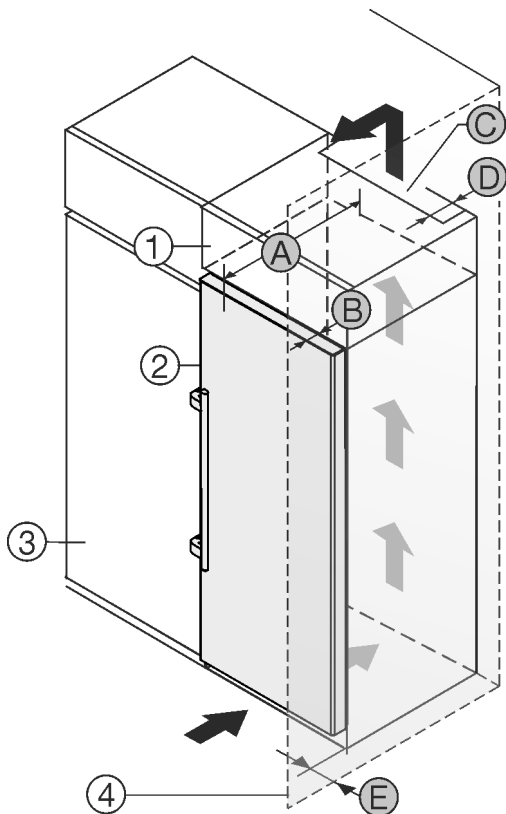

Fig. 24
Přístroj lze zabudovat do kuchyňských skříní. K vyrovnání přístroje Fig. 24 (2) na výšku kuchyňské linky lze na přístroj nasadit nástavec Fig. 24 (1).
Přístroj lze instalovat přímo vedle kuchyňské skříňky Fig. 24 (3). Aby bylo možné dvířka plně otevřít, musí přístroj přesahovat o hloubku Fig. 24 (B) vůči přední linii kuchyňské skříňky. V závislosti na hloubce kuchyňských linek a použití vymezovačů odstupe od stěny může přístroj vyčnívat dále.
- Na zadní straně nastavné skříňky musí být větrací šachta hluboká Fig. 24 (D) přes celou šířku nastavné skříňky.
- Pod stropem místnosti musí být dodržen ventilační průřez Fig. 24 (C).
Pokud je přístroj se závěsy instalován vedle stěny Fig. 24 (4), musí být dodržena vzdálenost Fig. 24 (E) mezi přístrojem a stěnou. To odpovídá přesahu madla při otevřených dveřích.